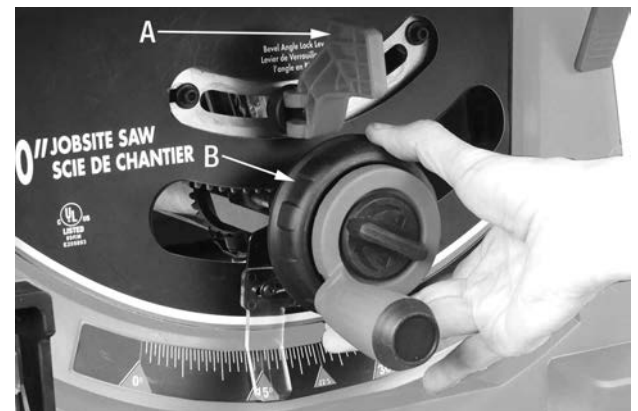

FIGURE 21
1. Déverrouillez le levier de verrouillage du biseau (A) Fig.21 en le tirant complètement vers la droite.
2. Poussez (enfoncez) et ensuite tournez la manivelle extérieure (B) Fig.21 pour ajuster l'angle de coupe en biseau, tournant la manivelle dans le sens anti-horaire augmentera l'angle de biseau de la lame.
4. Une fois que l'angle de biseau désiré est obtenu, verrouillez le levier de verrouillage du biseau (A) Fig.21 en le tirant complètement vers la gauche.
2. Déverrouillez le levier de verrouillage du biseau (A) Fig.21 en le tirant complètement vers la droite. Poussez et ensuite tournez la manivelle extérieure (B) Fig.21 jusqu'à ce que la lame est positionnée parfaitement à un angle de 90°. Verrouillez le levier de verrouillage du biseau.